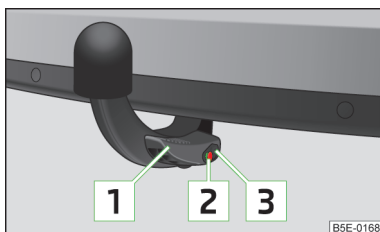

Fig. 149
- ✓ La manette **1** se trouve sur sa position supérieure » fig. 149.